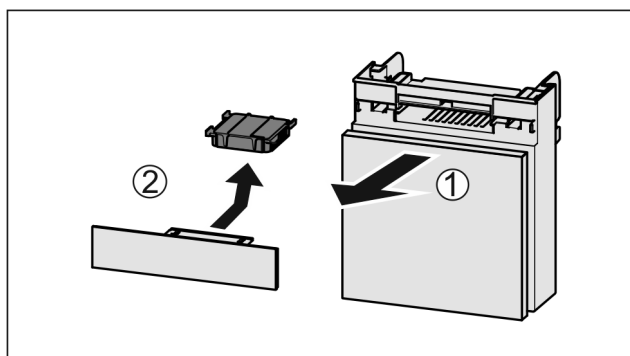

Fig. 36
- ▶ Wyciągnąć Fig. 36 (1) komorę do przodu.
- ▶ Wyjąć Fig. 36 (2) filtr z węglem aktywowanym.